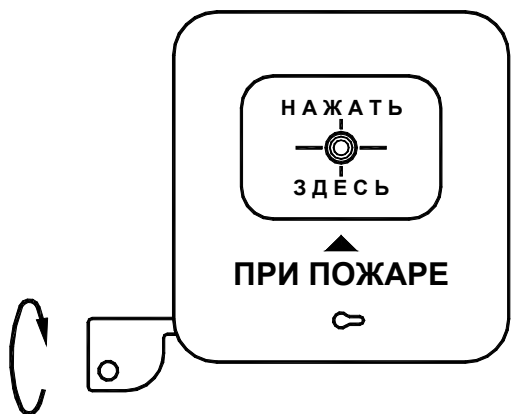

Рис. 2.
2. Поверните ключ левой рукой вниз до упора, как показано на рис. 2, и удерживайте его в таком положении. Этим действием Вы отогнете защёлку, удерживающую извещатель в базе.